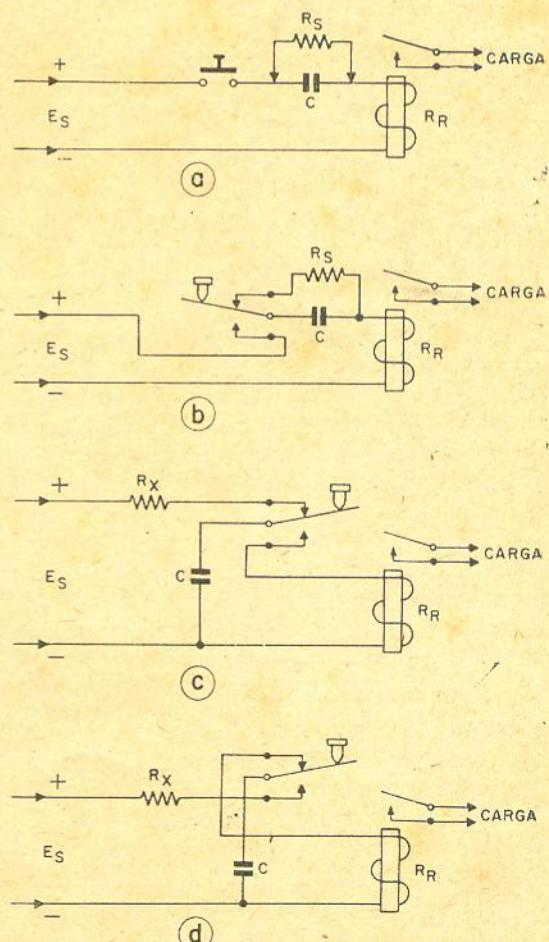

Figura 1
Em inúmeros circuitos de controle, o circuito controlado deve permanecer fechado (ou aberto) durante um pequeno intervalo fixo de tempo, não importando quanto tempo a chave de controle permaneça fechada. Para essa finalidade, um limitador com relé é ideal. Os diagramas esquemáticos de quatro circuitos limitadores são mostrados na figura 1. Todos de-
Com o circuito da figura 1-a, o intervalo de tempo entre as operações deve ser bastante longo, para que a carga do condensador possa escoar-se. Esse intervalo pode ser de vários dias, para certos tipos de condensadores. Podemos acelerar o processo ligando-se em paralelo com o condensador um resistor, R_s , de valor relativamente alto ($10 \times R_r$, ou mais). Mesmo assim ainda é necessário um grande intervalo de tempo entre as operações (usualmente 10 ou mais vezes o tempo de fechamento da armadura). Para reciclos mais rápidos usa-se o circuito esquematizado na figura 1-b.
na figura 1-c. Aqui, o condensador é carregado pela energia da linha através de um pequeno resistor, R_s , que limita o fluxo de corrente. Quando a chave é pressionada, o condensador carregado fica em paralelo com o enrolamento do relé, e a carga armazenada opera o relé até que a tensão no condensador caia para o valor de abertura do relé. Nesse ponto, os contatos do relé se abrem, e ele não age mais, não importando quanto tempo depois a chave continue abaixada. O tempo de contato pode ser dado pelas fórmulas (1) e (2).
Um circuito semelhante, que faz agir o relé sómente quando a chave fôr pressionada e libertada, está esquematizado na figura 1-d. Este circuito é particularmente útil em sistemas onde há interruptores de ação indireta, nos quais o braço de contato sómente é detido quando o circuito excitador fôr interrompido.